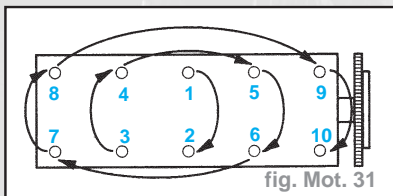

fig. Mot. 31
- Serrer les vis de culasse dans l'ordre indiqué (fig. Mot. 31).